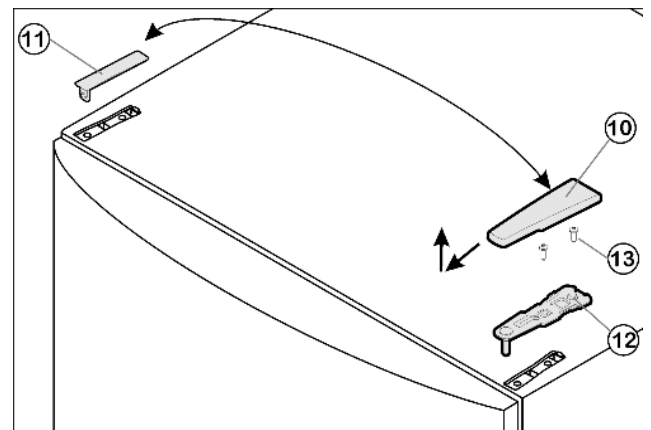

Fig. 4
- ▶ Tirer le cache Fig. 4 (10) vers l'avant et l'enlever par le haut.
- ▶ Retirer le cache Fig. 4 (11).
- ▶ Dévisser la charnière supérieure Fig. 4 (12)(2 x vis Torx 25) Fig. 4 (13) et l'enlever par le haut.
- ▶ Placer le support d'appui supérieur Fig. 4 (12) sur le nouveau côté charnière dans la porte.
- ▶ Visser le support d'appui supérieur Fig. 4 (12) avec un couple de serrage de 4 Nm (2 Torx 25) Fig. 4 (13). Pointer les trous de vissage ou utiliser une visseuse sans fil.